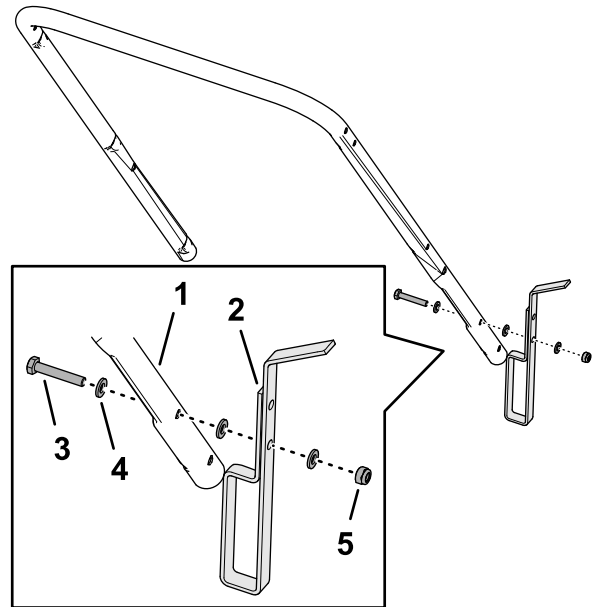

Figura 4
2. Alinhe o furo no batente com o furo da pega inferior Figura 4.